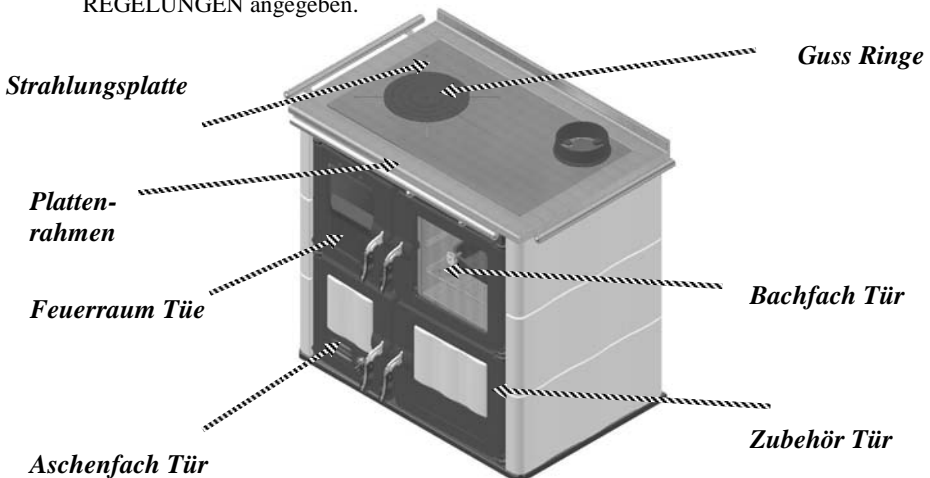

Fig.1
- Einen Zündwürfel (Feueranzünder) oder eine kleine Papierkugel auf die Brennschale legen, darauf ca. 0,5 kg Holzstückchen oder gespaltene kleine Holzscheite und 3 kleine Holzscheite geben. Unter Verwendung des mitgelieferten Zubehörs die Primärluft und die Sekundärluft vollständig öffnen, das Papier oder den Zündwürfel mit einem Streichholz anzünden und die Feuerraumtür schließen wie in Bild.1 dargestellt wird.